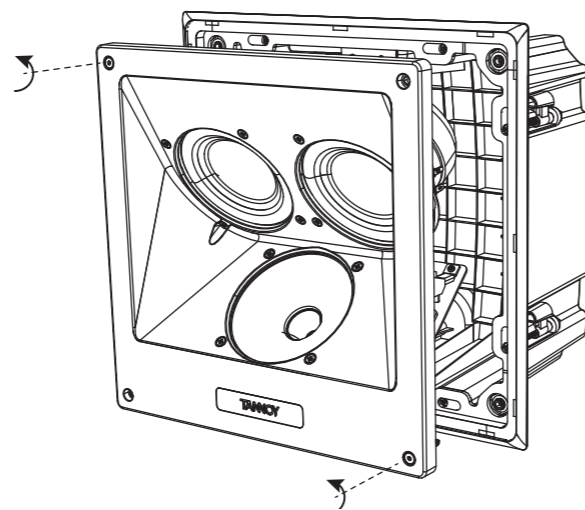

Fig. 14. Removing the loudspeaker from the back can
4. 如果扬声器组件已经安装在后盖上 (例如在运输过程中), 则可以通过松开将其固定到位的螺钉将其从后盖上卸下 (图 14)。